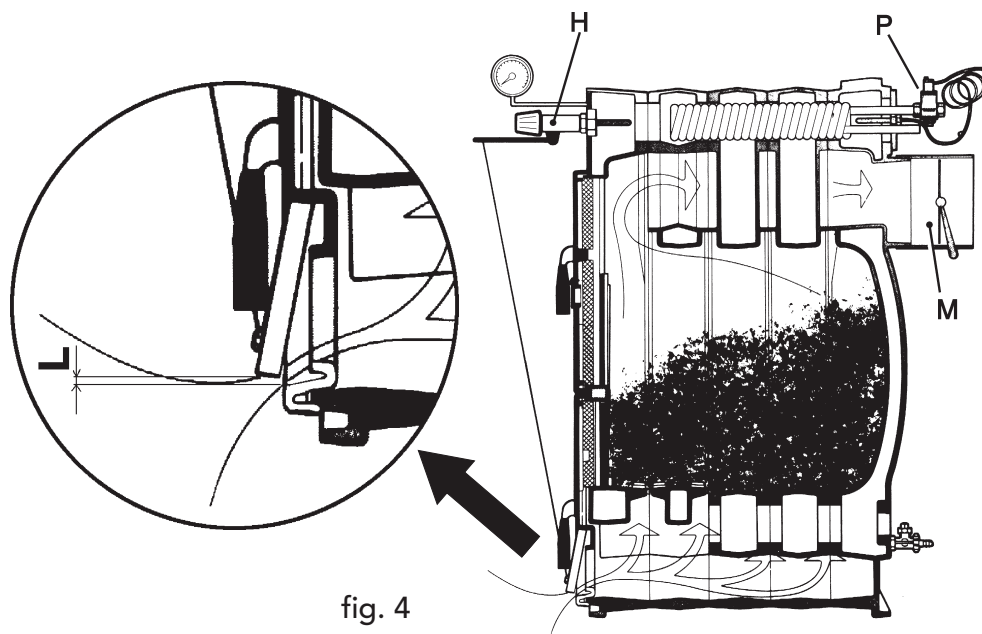

fig. 4
5. Pas de afstellingsschroef voor de luchttoevoer aan, zodoende dat met de afsluiting in elk geval nog een luchtstroom van maximum 1 tot 2 mm aanwezig is. Met koude ketel, zet de thermostaatcontrole "H" op 60° en haak de ketting van de thermostaatcontrole "H" op de kijkopening van de luchttoevoer afsluiter, zet de lengte van de ketting vast zodat de luchtstroom "L" ongeveer 15mm is voor cokes II en 2 mm voor hout (zie fig. 4).
- 1 Verwijder de ketting en de arm van de thermostatische regeling "H" (zie fig. 4).